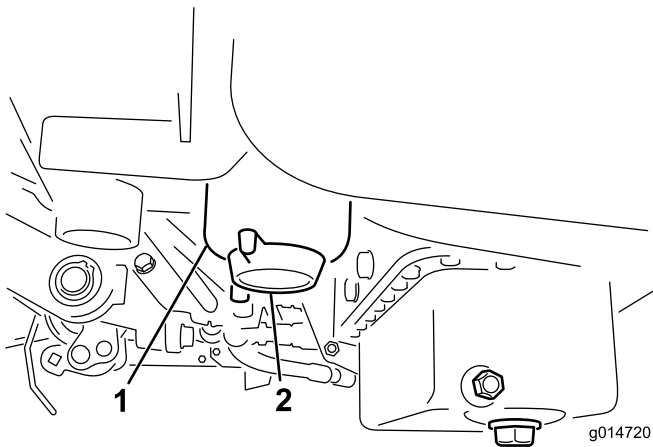

Figure 45
2. Nettoyez la surface autour des supports de la cartouche du filtre (Figure 45).
4. Ouvrez le robinet du filtre (Figure 45).